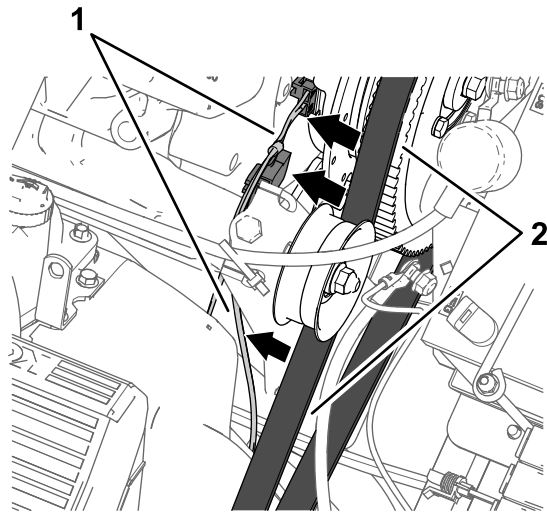

図 170
4. ワイヤハーネスの枝線84cmを、エンジンと散布用ポンプに向けて配線する。オルタネータベルトから十分に離して配線すること 図 170。